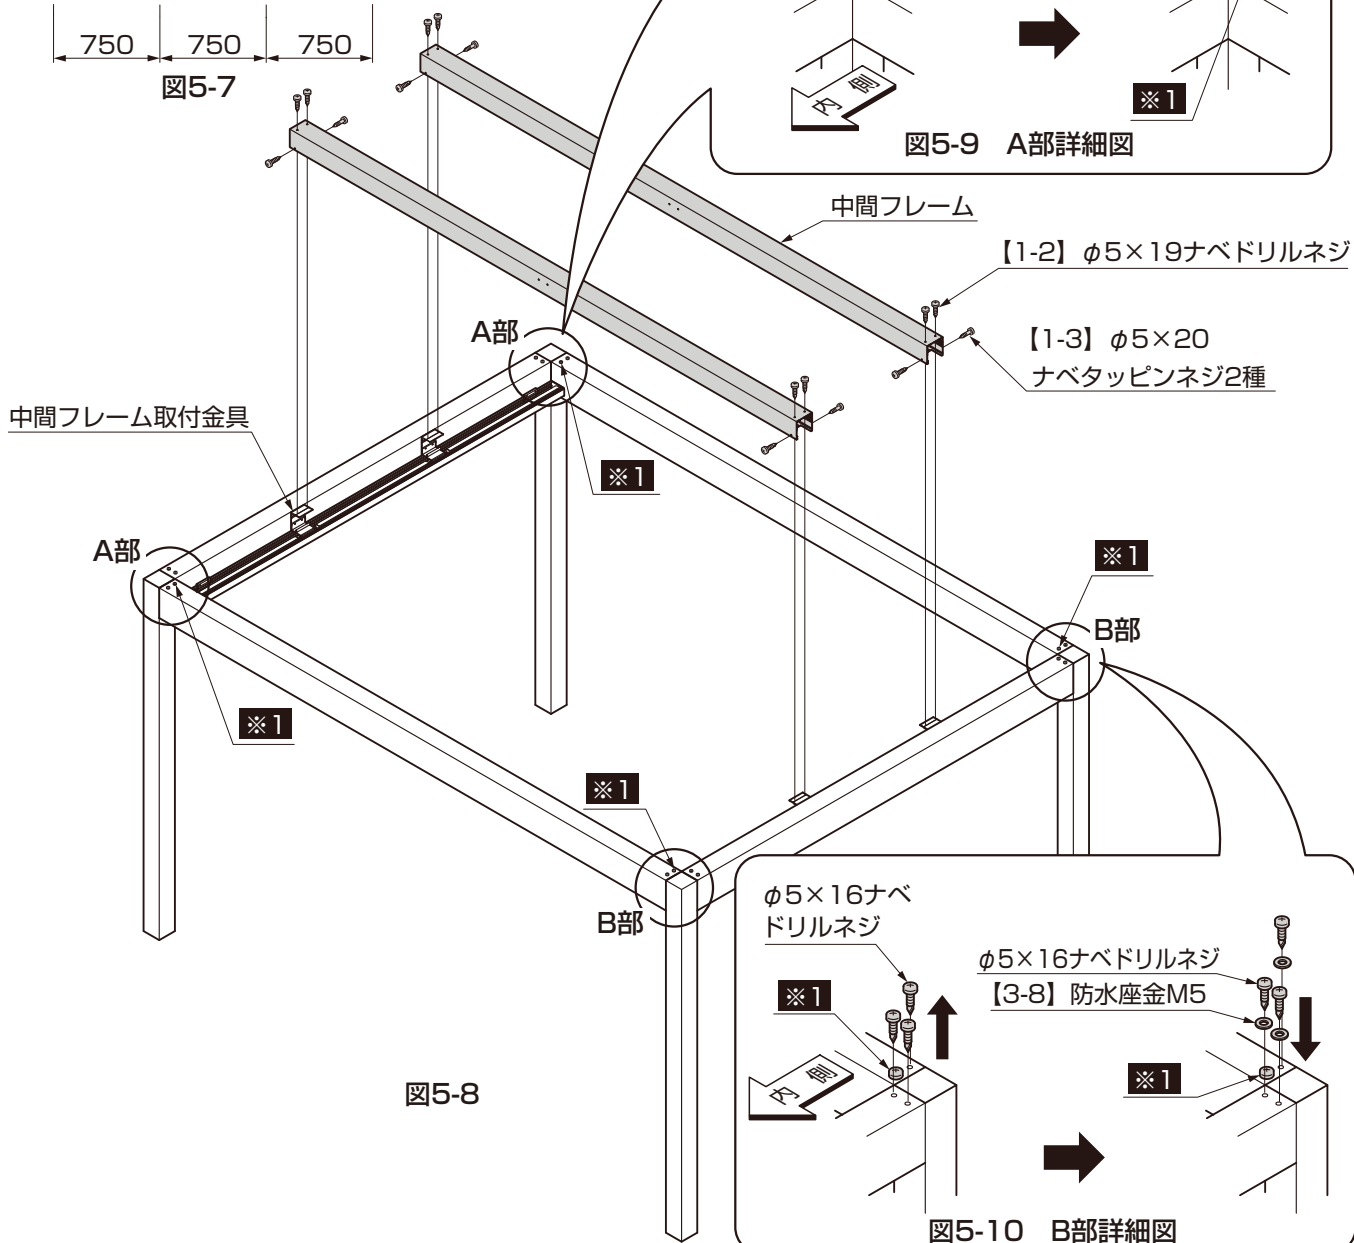

図5-8
①中間フレームを中間フレーム取付金具に【1-2】、【1-3】で取付けてください。(図5-8参照)